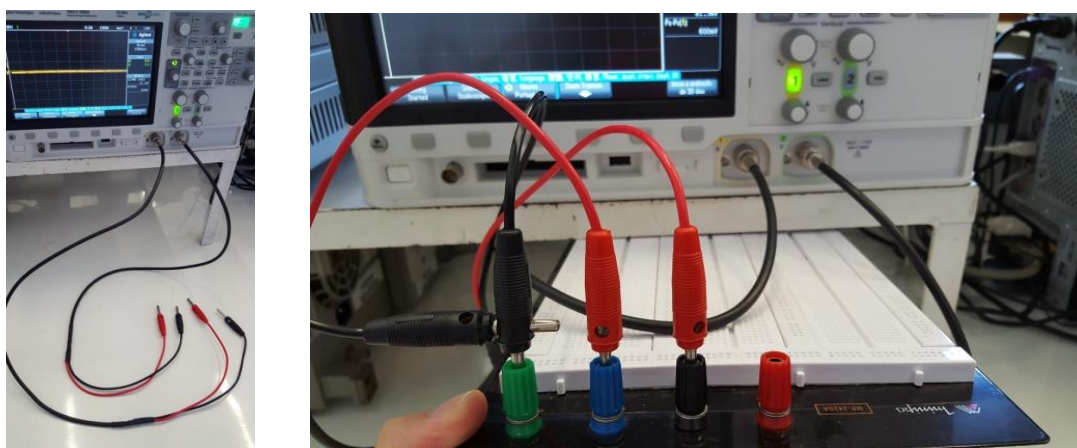

Figura 4: Cabos coaxiais com BNC-Bananas conectados aos canais 1 e 2 do osciloscópio.
Neste experimento utilizaremos o mesmo circuito do item 4. A diferença é que utilizaremos o osciloscópio para medir os sinais em cada resistor. Atenção: utilize apenas cabos BNC-bananas para capturar os sinais do circuito por meio do osciloscópio (ver o item sobre osciloscópio na **Introdução Teórica**), conforme exemplo da Figura 4.